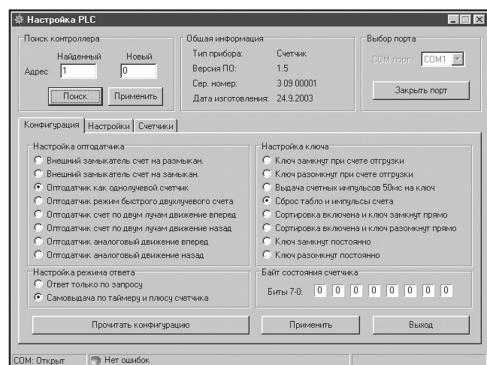

Рисунок 5. Страница “Конфигурация”
7.5 При обнаружении счётчика на экране появляется окно рисунок 5, в котором в секции «Общая информация» указаны «Тип прибора» – счетчик, «Версия ПО», «Серийный номер» и «Дата изготовления».